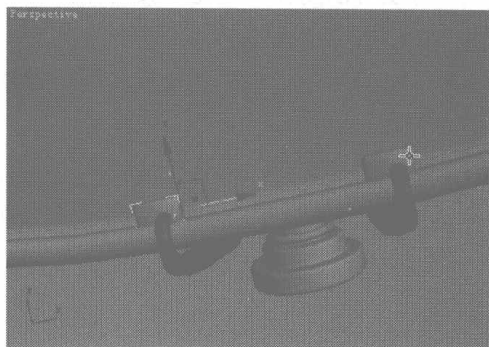
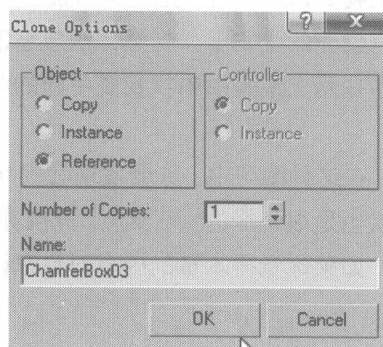
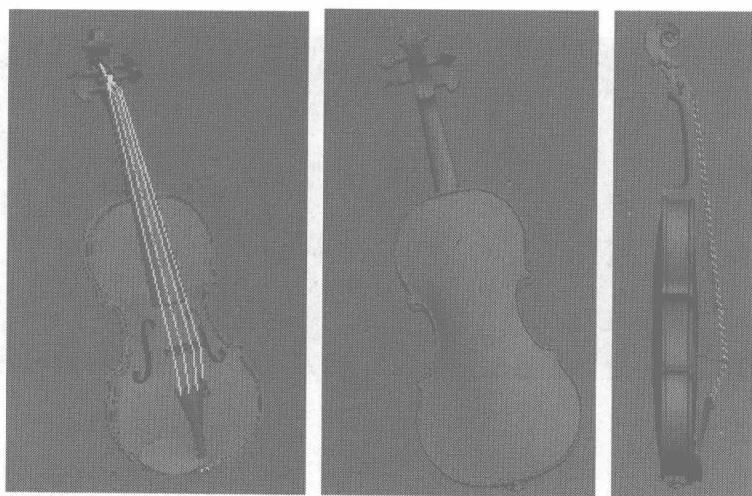

图 5.557
图 5.558
图 5.559
- 14** 选择垫片模型，按住 Shift 键复制到如图 5.557 所示的位置，在弹出的对话框中设置如图 5.558 所示参数。单击 按钮，打开材质编辑器，给模型附上相同的材质，如图 5.559 所示。至此，小提琴全部制作完成。